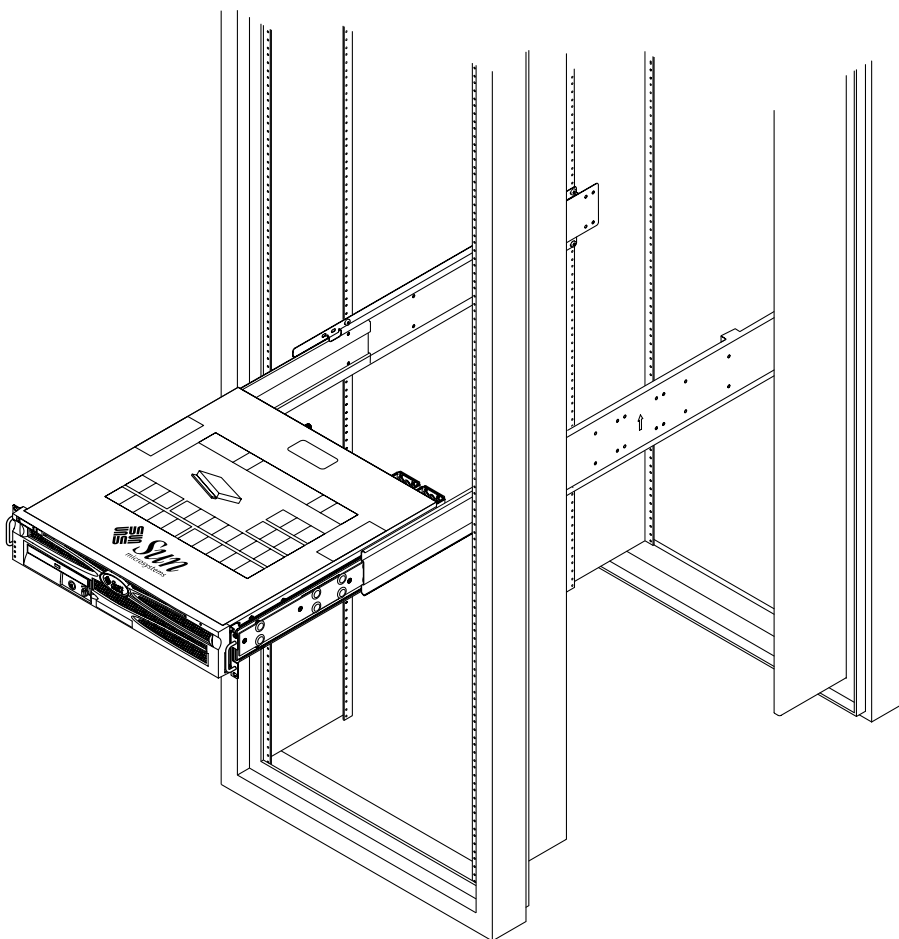

FIGURA 3-12 Deslizamiento del sistema en el interior del bastidor
14. Empuje los botones de deslizamiento y mueva todo el sistema hasta el fondo del espacio del bastidor (FIGURA 3-12).